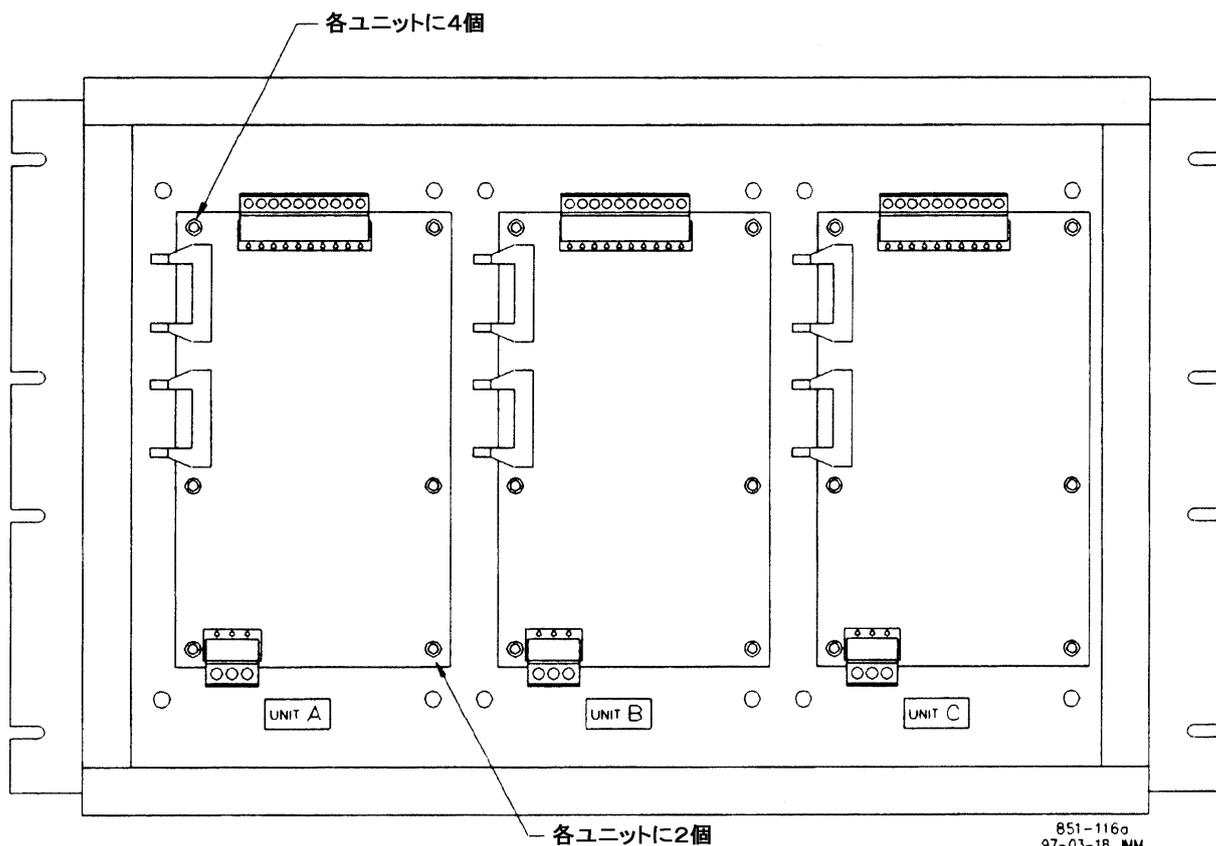

図 6-3. 各基板の配置
4. 新しい(良品の)電源基板を取り付けます。(図 6-3 を参照)